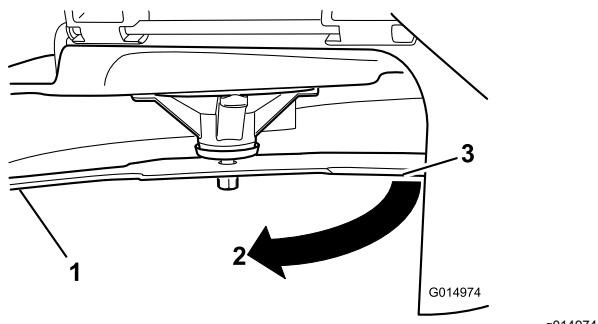

Figure 112
3. Mesurez la distance entre la lame et la surface (A)
4. Tournez la même lame de 180 degrés pour amener le tranchant opposé à la même position (Figure 112).